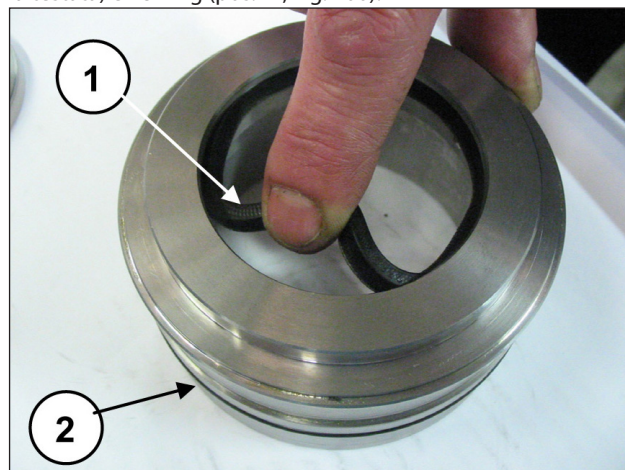

Fig. 200
Inserire la guarnizione di bassa pressione nel supporto guarnizioni KC (pos. ①, Fig. 200) facendo attenzione al senso di montaggio che prevede il labbro di tenuta in avanti (verso la testata) e l'O-ring (pos. ②, Fig. 200).